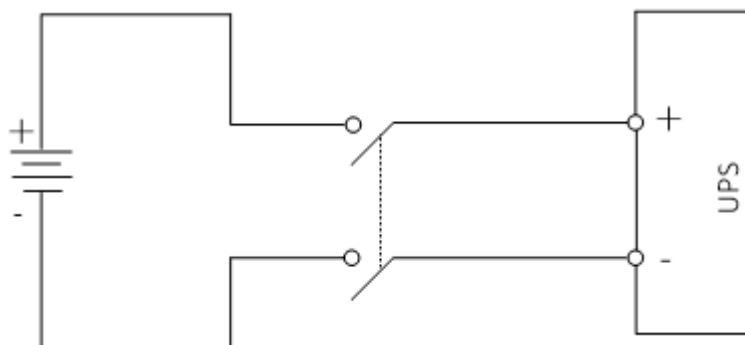

图6-7 电池、BCB 和 UPS 的接线图（电池端两线连接，30 节~44 节电池）
2. 推荐使用直流断路器，断路器直流额定电压要满足分断电压不小于电池端总电压，额定极限短路分断容量为 35kA。电池、BCB 和 UPS 之间的连接参照图 6-7。